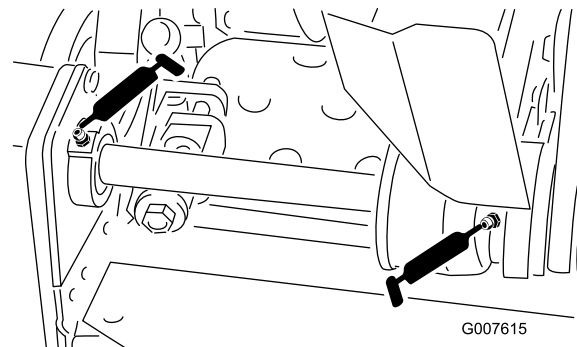

Figura 16
- 2 sui cuscinetti del contralbero del cilindro (Figura 16).